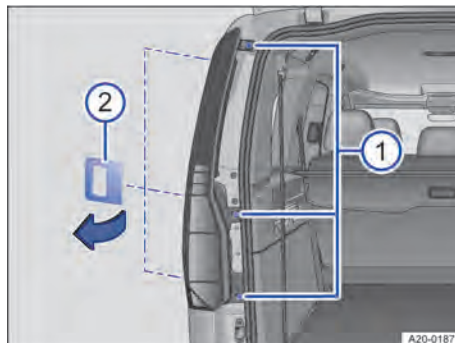

Abb. 193 Seitlich hinten links am Fahrzeug: Rückleuchte ausbauen.
- ① Befestigungsschrauben.
- ② Hilfswerkzeug aus dem Bordwerkzeug.
1. Befestigungsschrauben mit einem Schraubendreher lösen → Abb. 193 ①. Gegebenenfalls passende Wechselklinge einsetzen.
2. Rückleuchte mit dem Hilfswerkzeug → Abb. 193 ② von oben nach unten aus der Halterung heraushebeln.
5. Rückleuchte in die Öffnung der Karosserie einsetzen und vorsichtig in die Halterung drücken → Abb. 193.
6. Befestigungsschrauben festdrehen → Abb. 193 ①.